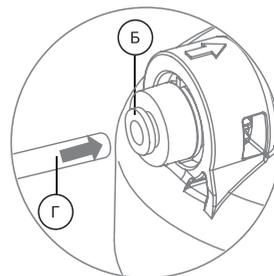

Рис. 11
1. Отсоедините стопорную клипсу, затем вставьте до упора в фитинг трубку, продев ее через цанговое кольцо (Б). Для герметизации соединения приложите дополнительное усилие, при этом трубка утопится еще примерно на 3 мм и будет плотно обжата резиновым кольцом (рис. 11).